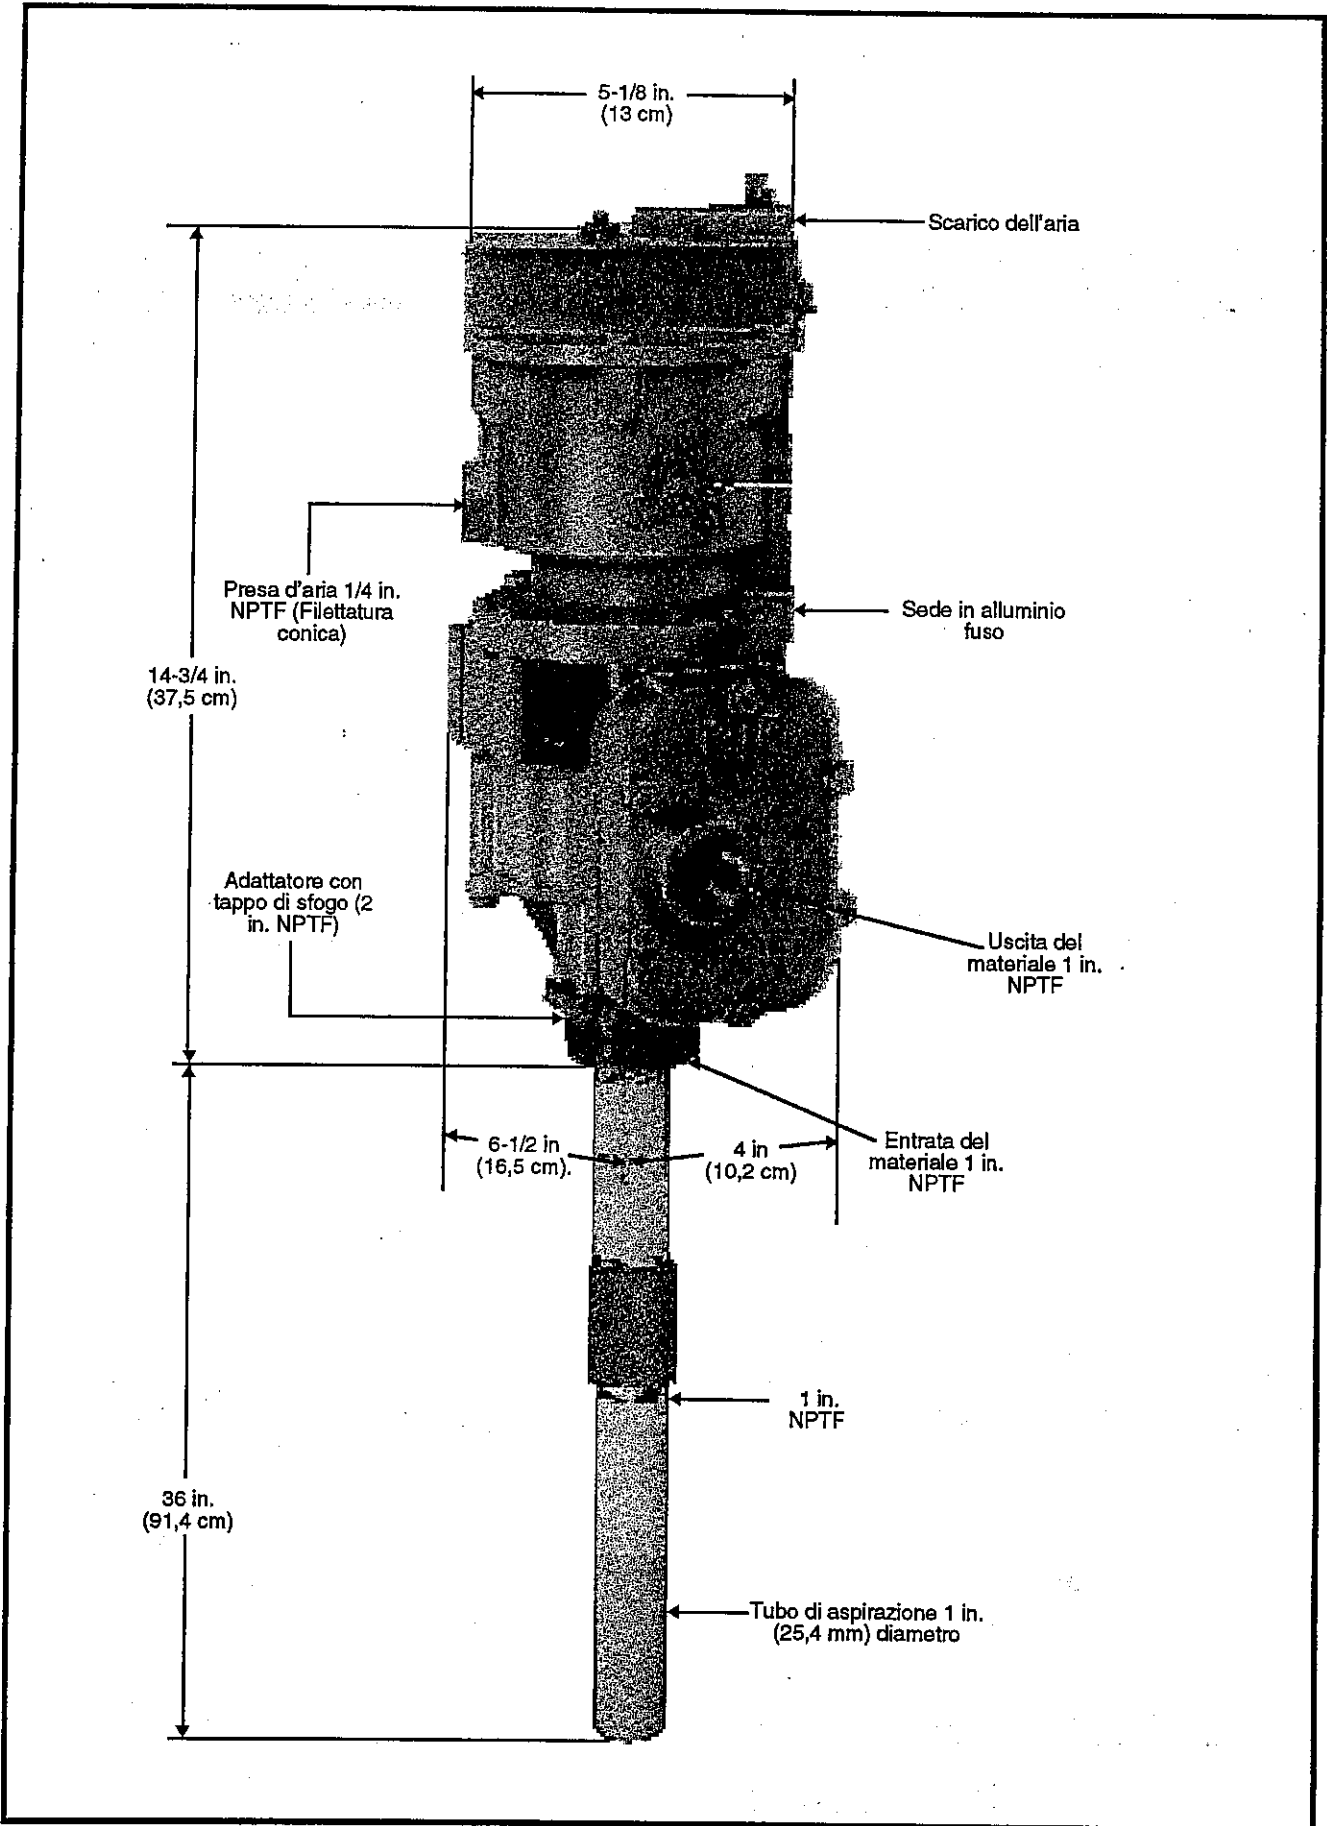

Figura 2: Pompa da travaso modello 6799
18. Uno dei passi finali consiste nello svitare le due viti 393490-34 poste sull'adattatore a tappo per spostarlo. Vedi Figura 2 o 4.